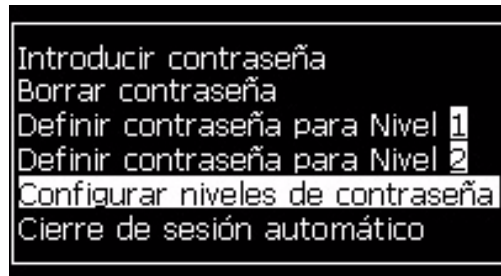
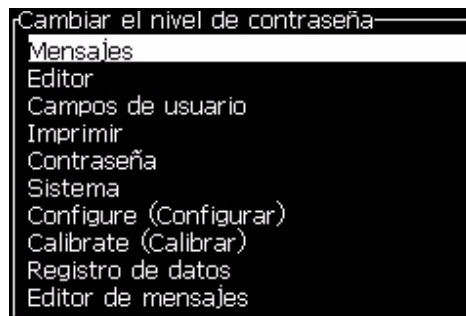
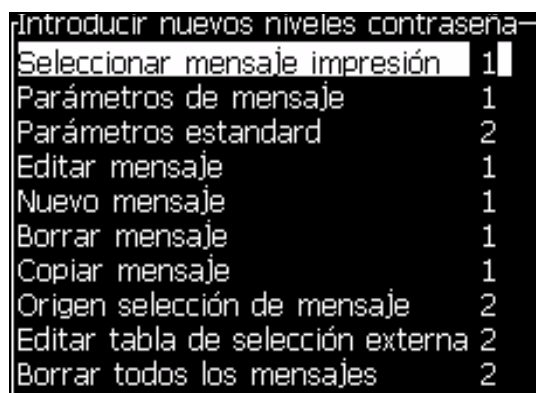

Figura 4-8. *Set Password Levels (Configurar niveles de contraseña)*
Figura 4-9. *Change Password Level (Cambiar el nivel de contraseña)*
Figura 4-10. Enter New Password Levels (Introducir nuevos niveles de contraseña)
- 1 Pulse *Alt + w* y seleccione *Set Password Levels (Configurar niveles de contraseña)* (consulte Figura 4-8) para abrir la pantalla *Change Password Levels (Cambiar niveles de contraseña)* (consulte Figura 4-9).
- 2 Seleccione el menú (consulte Figura 4-9) que necesita un cambio en el acceso de nivel de contraseña y pulse la tecla *Enter*. Aparecerá la pantalla *Enter New Password Level (Introducir nuevos niveles de contraseña)* (consulte Figura 4-10 en la página 4-6).